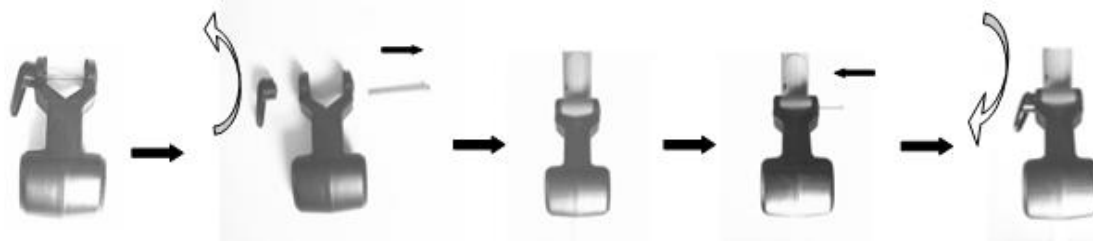

FIG 3
- **Zamontuj uchwyt pomocniczy (patrz rysunek 3)**